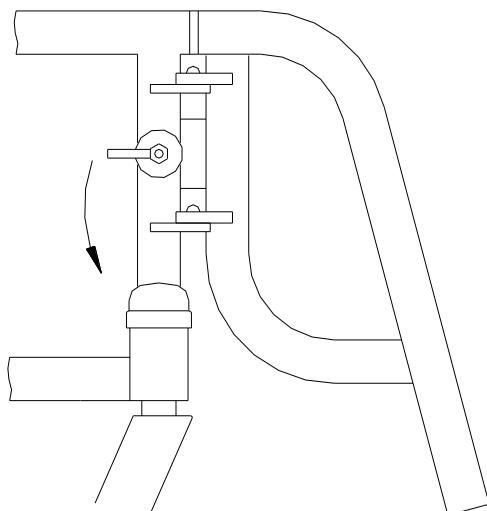

Figura 10
- Se comprar uma cadeira de transferência com um suporte de perna removível em liga de alumínio, rode o suporte de perna para bloquear a alavanca durante a desmontagem, o suporte de perna pode girar para fora e pode ser levantado após girar um determinado ângulo; durante a instalação, alinhe os orifícios de posicionamento superior e inferior do suporte para as pernas com os pinos de posicionamento da estrutura e encaixe-o, depois gire-o suavemente para dentro até que ele se encaixe automaticamente e fique fixo. (Veja a figura 10)